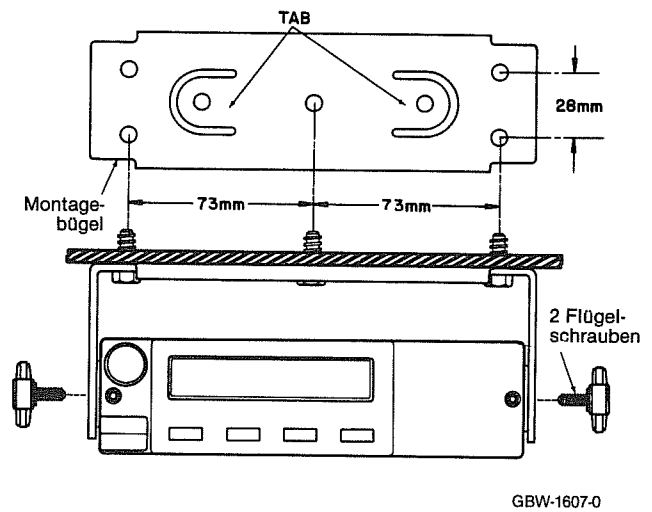

Abbildung 4
(1) Das Funkgerät durch Lösen der beiden Flügelschrauben (Abbildung 4) vom Aufhängebügel trennen.
(2) Mit dem Bügel als Bohrschablone die Bohrungen an der vorgesehenen Einbaustelle markieren. Die drei Innenlöcher sind für die Montage auf einer gewölbten Fläche gedacht, während das mittlere Loch sowie die vier außenliegenden Löcher für die Montage auf einem planen Untergrund vorgesehen sind.
(3) Nach Körnung der markierten Stellen Löcher mit einem Durchmesser von 4 mm bohren.
(4) Den Befestigungsbügel mit Hilfe der mitgelieferten Blechschrauben befestigen.
(5) Das Funkgerät in den Befestigungsbügel einhängen und die Flügelschrauben anziehen.